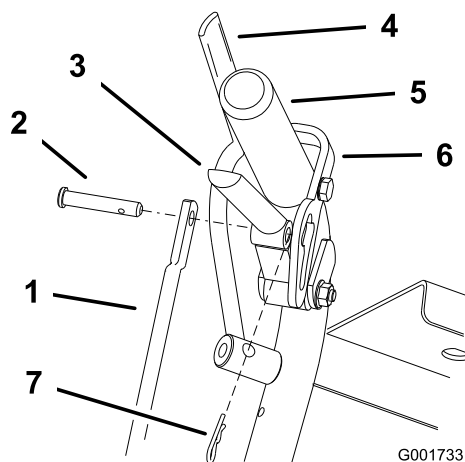

Figure 37
1. Ajustez la longueur de la tige en relâchant le levier de déplacement et en enlevant la goupille fendue et l'axe de chape. Tournez la tige dans la fixation (Figure 37).
4. Placez l'axe de chape dans le levier de déplacement (Figure 37).
6. Placez la goupille fendue entre les leviers de déplacement et les verrous de point mort, et dans les axes de chape (Figure 37).